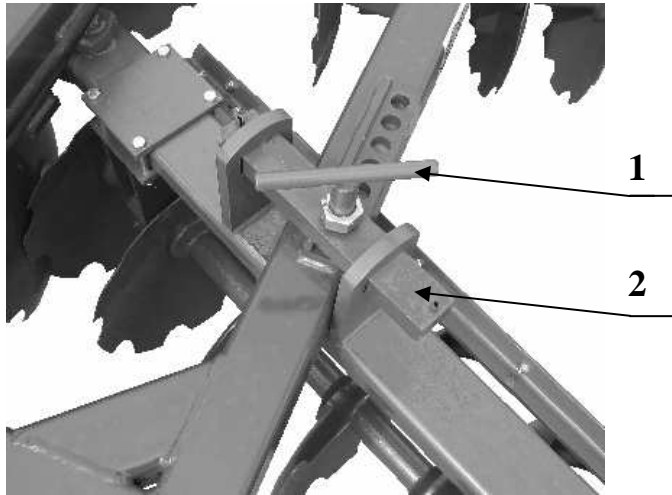

Rys. 1
- Zabrania się przejazdów po drogach publicznych agregatu /ciągnik + brona/ bez odpowiedniego oznakowania / patrz Rys. 1/.